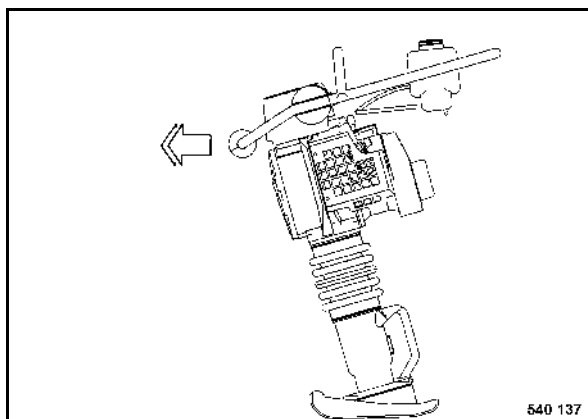

fig. 20
- La vitesse de déplacement de la pilonneuse est obtenue par pression sur l'étrier de guidage (fig. 20).